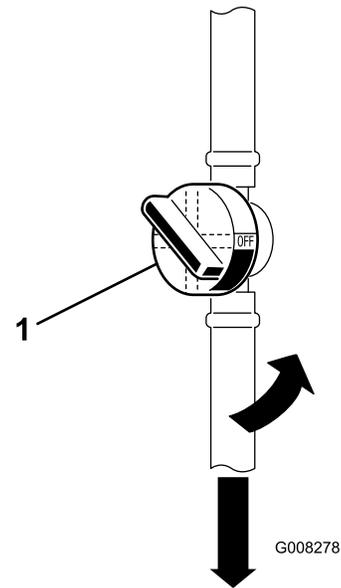

Bild 31
5. Schließen Sie den Kraftstoffhahn (**Bild 31**).
7. Drücken Sie die Enden der Schlauchklemmen zusammen und schieben diese weg vom Kraftstofffilter (**Bild 31**).